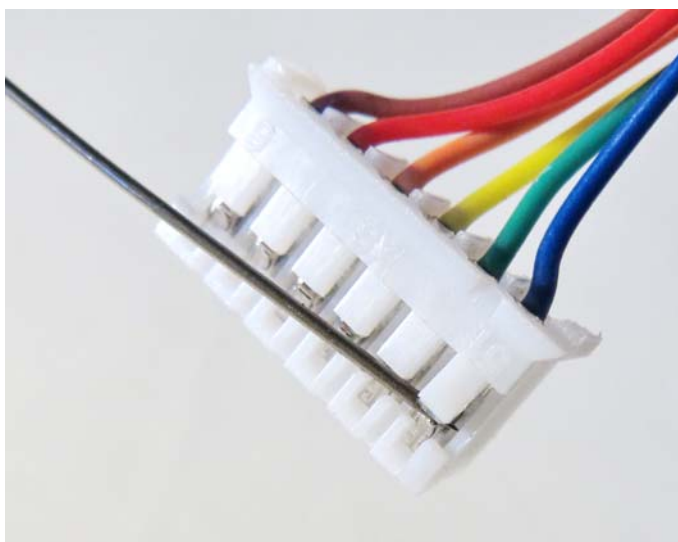

Рис. 2.1.
- 6.1. Используя иглу или тонкое шило, приподнимите пластмассовый фиксатор контакта (рис. 2.1);
- 1.1. Используя иглу или тонкое шило, приподнимите пластмассовый фиксатор контакта (рис. 2.1 на с. 7);